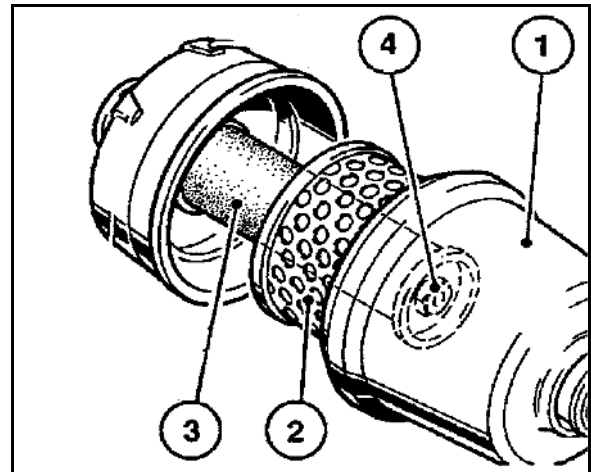

Bild 168
2. Lossa och skruva av smörjoljefilterpatronen (Bild 168/5) med i handeln tillgängligt verktyg.